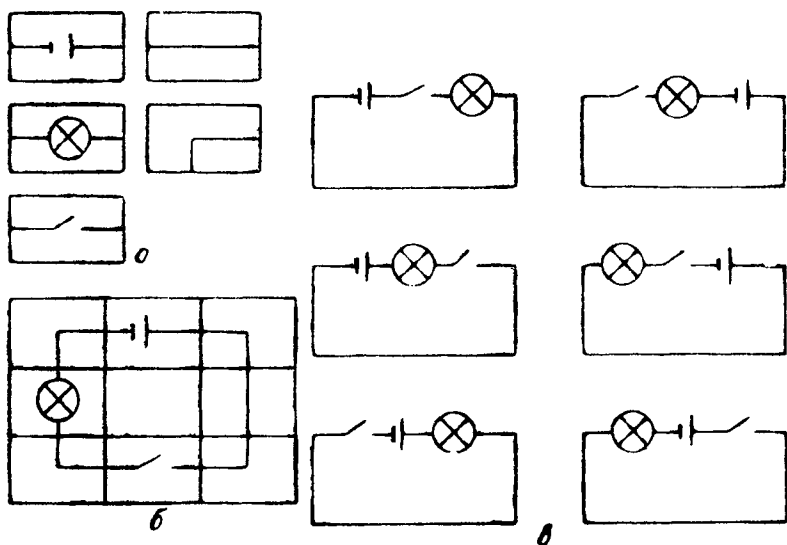

Рис. 4
Например, для тренировки в запоминании условных обозначений элементов электрической цепи в классе можно провести игру «в домино». Игра состоит из «косточек» домино, на которых показаны условные обозначения элементов цепи (рис. 4а). Условные обозначения могут быть начерчены на листе ватмана и вырезаны. Из «косточек» домино собираются различные варианты схемы одной электрической цепи.
На каждую парту кладется набор «косточек» домино. Учащиеся делятся на три команды (по рядам). Учитель предлагает задания: 1. Собрать из «косточек» домино схему электрической цепи, изображенную на доске (рис. 4б).
2. Изменить расположение «косточек» домино так, чтобы в схеме источник тока, лампочка и выключатель находились на одной прямой (рис. 4в).
3. Сколько вариантов имеет последняя задача? (Рис. 4в.)